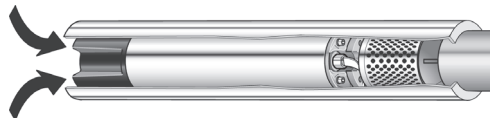

Ilustración 6-1: Camisa de refrigeración
- ⇒ Instalar una camisa de refrigeración (ver Ilustración 6-1).